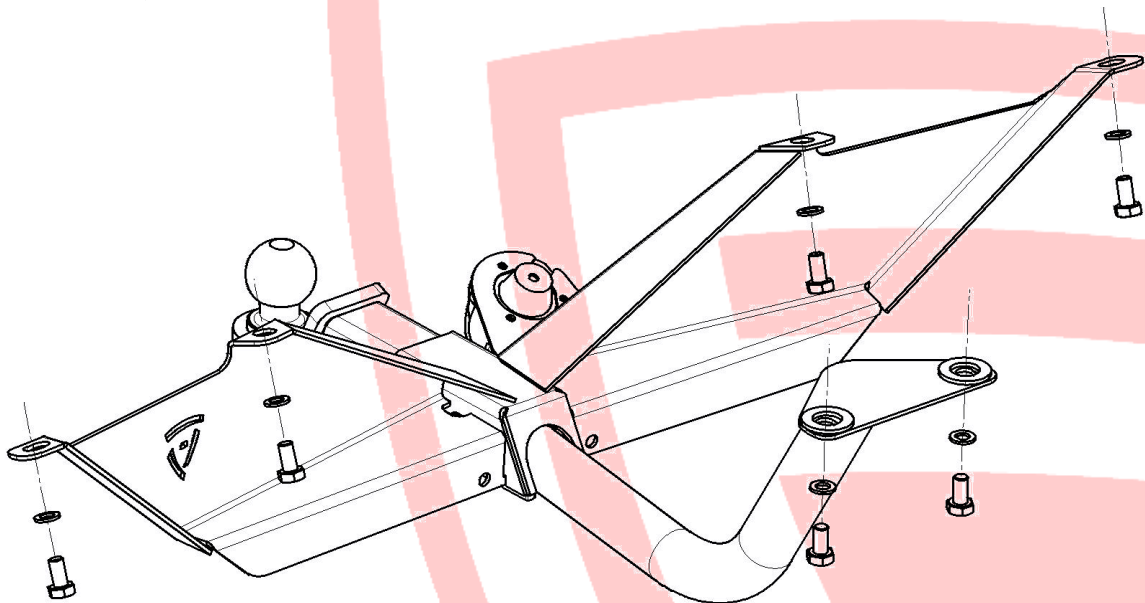

Рис. 2
4. Установить ТСУ, наживив 6 болтов М10 с шайбами. Рис. 2